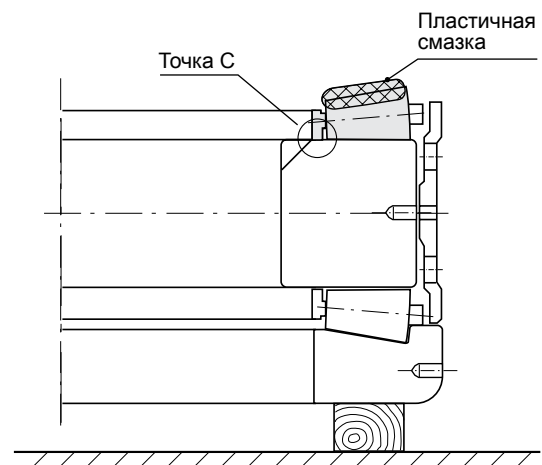

Рис. 3.41
- (5) Установите сепаратор и ролики с меткой В на внутреннее кольцо. Убедитесь в том, что сепаратор контактирует с беговой дорожкой внутреннего кольца в точке С, как показано на рис. 3.41. Нанесите требуемое количество пластичной смазки на периферию роликов (**Рис. 3.41**).